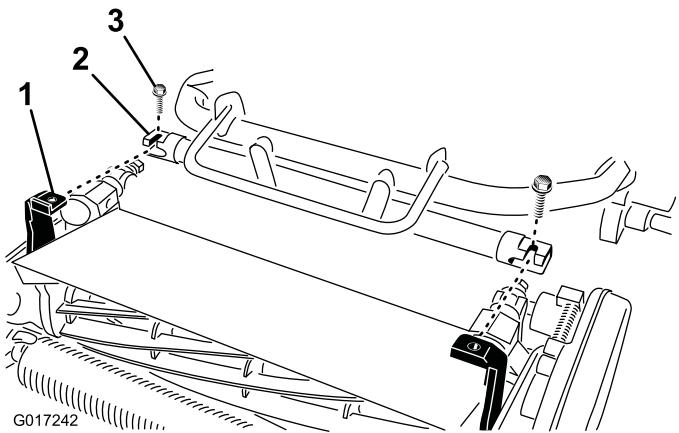

Figure 5
4. Manceuvrez le cadre du groupe de déplacement (Figure 5) en avant jusqu'à ce qu'il s'engage avec les bras pivotants du plateau de coupe.
5. Fixez le cadre du groupe de déplacement aux bras pivotants du plateau de coupe avec (2) boulons 3/8 x 3/4" (Figure 5)